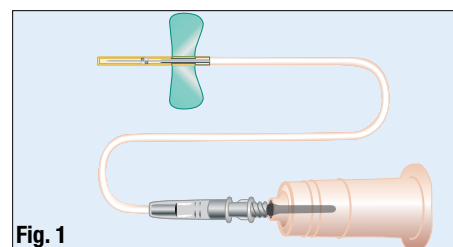

Fig. 1
4. Vissez le raccord dans le barillet (**fig. 1**).